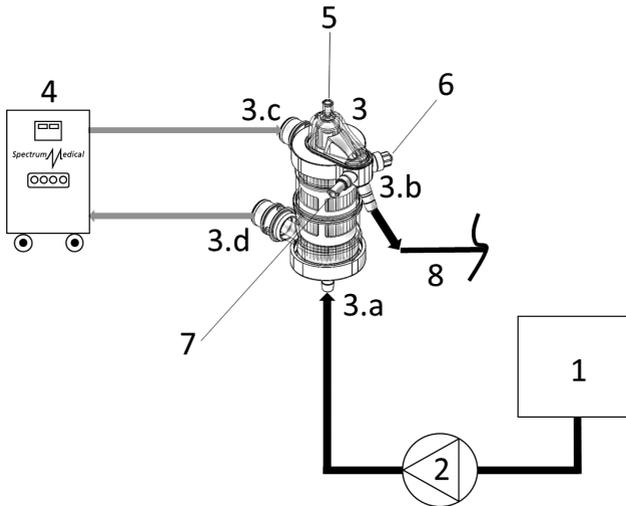

Fig 2.
- Controleer de aanwezigheid van de O-ring op de HTF-connectoren (ref. 3c en 3d Fig.2).
4. Verwijder de beschermoppen van de connectoren aan HTF-zijde van het hulpmiddel (ref. 3c en 3d Fig.2).
5. Sluit de slangen van de thermocirculator Quantum Heater-Cooler System van Spectrum Medical (ref.4 Fig.2) via de vrouwelijke snelkoppelconnectoren op het hulpmiddel (ref. 3c en 3d Fig.2) aan.
2. Verwijder de beschermcap van de bloedingangsconnector (ref. 3a Fig.2).
4. Verwijder de beschermcap van de bloeduitgangsconnector (ref. 3b Fig.2).
6. De Luer-ontluchtingsconnector (ref.5 Fig.2) moet worden aangesloten op een ontluchtingsleiding met een kraan. De ontluchtingsleiding moet voorzien zijn van een eenrichtingsklep om terugstroming in het hulpmiddel te voorkomen.
8. Sluit een extra ontluchtingsleiding aan op de overdrukklep (ref.6 Fig.2).
10. Steek de compatibele YSI-temperatuursensor in de sondehouderkoppeling van het hulpmiddel (ref.7 Fig.2).
1. Open de ontluuchtingsleiding (ref.5 Fig.2).
2. Klem de uitgangsleding van het hulpmiddel af en activeer de cardioplegiepomp (ref.2 fig.2) met laag debiet (30-40 ml/min).
4. Sluit de ontluuchtingsleiding (ref.5 Fig.2).